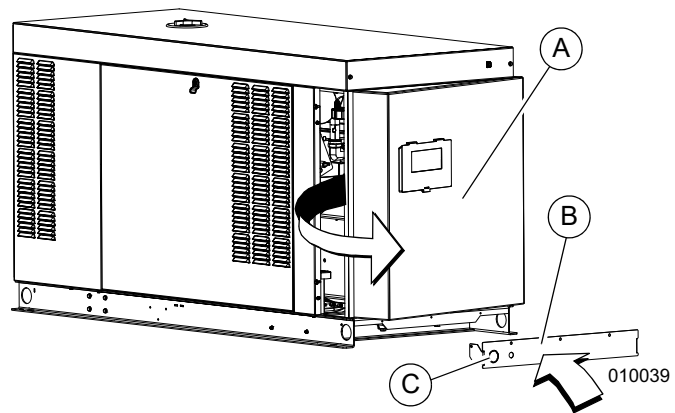

Figura 5-2. Como remover o painel traseiro e a tampa do eletroduto de fiação
1. Consulte Figura 5-2. Remova seis parafusos com arruelas de náilon para liberar o painel traseiro (A) do gabinete. Para obter melhores resultados, gire o lado esquerdo do painel para fora... antes de desengajar o lado direito.
OBSERVAÇÃO: Consulte Figura 5-2. Remova o bujão de ejeção e direcione a fiação para a caixa de junção de acessórios à prova de intempéries fornecida pelo cliente. Verifique se os fios não entram em contato com peças do motor em movimento ou vibração, porque isso pode corroer os fios, podendo resultar em problemas elétricos.